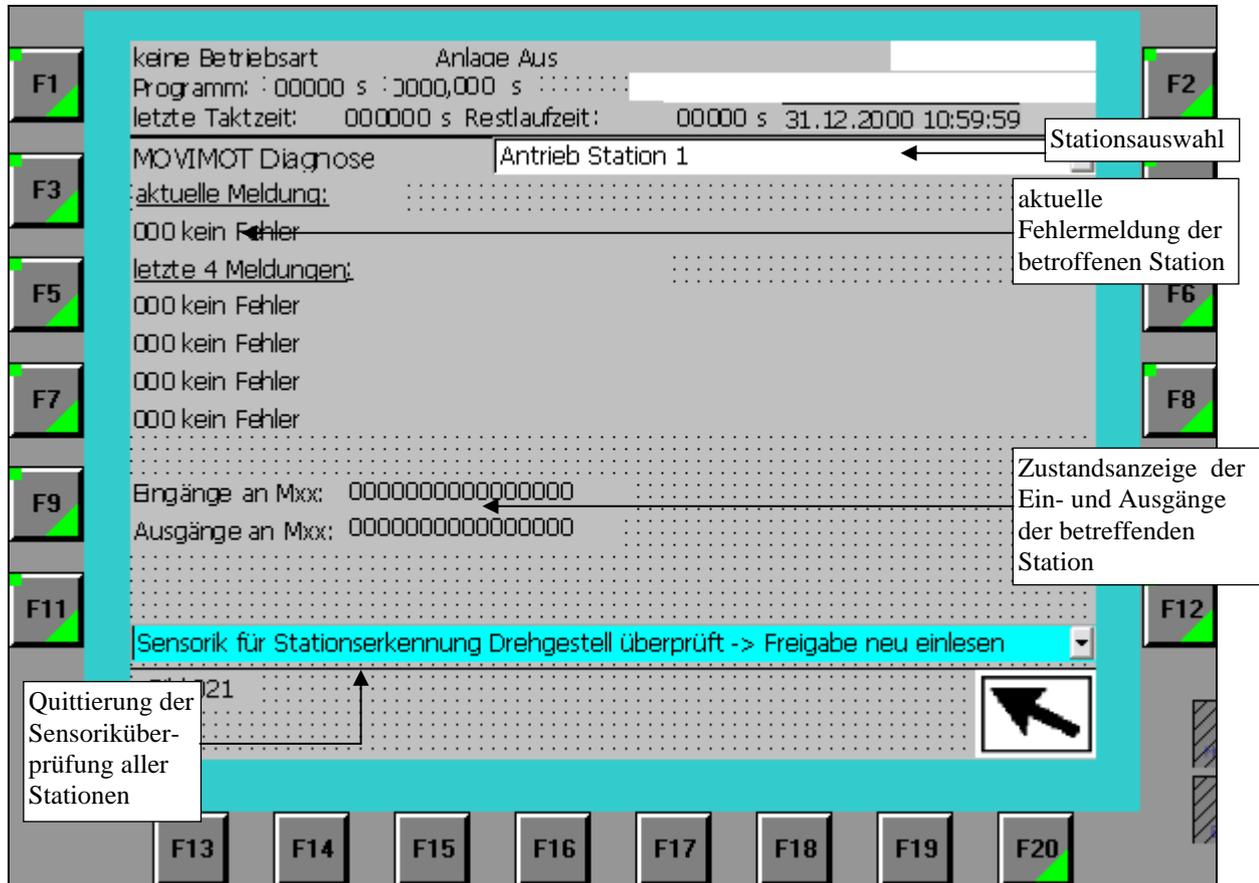

Bild 12.3
- Funktionstaste **K15** und danach **F7** betätigen, es erscheint unten stehendes Bild 12.3.
- Über die Stationsauswahl (siehe Bild 12.3) wird die betroffene Station aufgerufen, dazu geht man mit dem Cursor auf das Eingabefeld, betätigt ENTER und wählt die entsprechende Station mit Hilfe der Pfeiltasten.
- Nach Behebung der Störung muss diese im Bild MOVIMOT-Diagnose quittiert werden, dazu geht man mit dem Cursor auf die unters Eingabenleiste (siehe Bild 12.3), betätigt **ENTER** und wählt die Zeile „Quittierung Sensorik für Stationserkennung Drehgestell überprüft“ an und bestätigt ebenfalls mit **ENTER** .